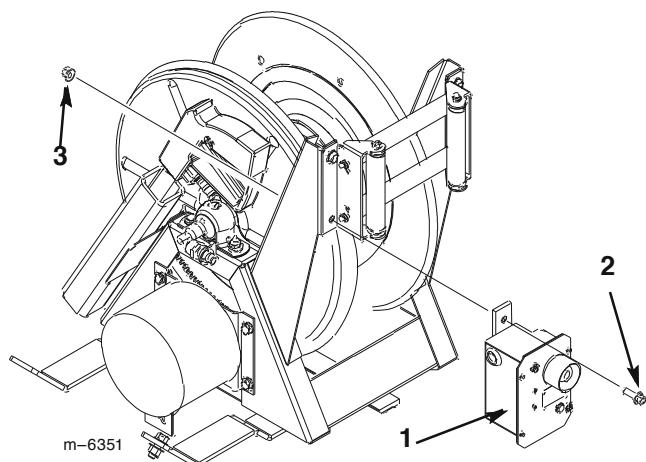

図4
6. ホース・リールの内側のローラ・サポートの下側のボルトとナット1個ずつを外す(破棄してよい)。空いた穴に、フランジ・ボルト(5/16 x 1インチ)とフランジ・ナット(5/16インチ)各1個を使用して、電気ボックスを取り付ける(図4)。